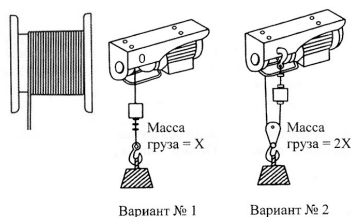

рис. 4
В зависимости от массы поднимаемого груза выберите один из двух возможных вариантов использования тельфера: без полиспаста (вариант №1) или с полиспастом (вариант №2), как показано на рис.4.
- вставить основной крюк в отверстие основания, как показано на рис.4.